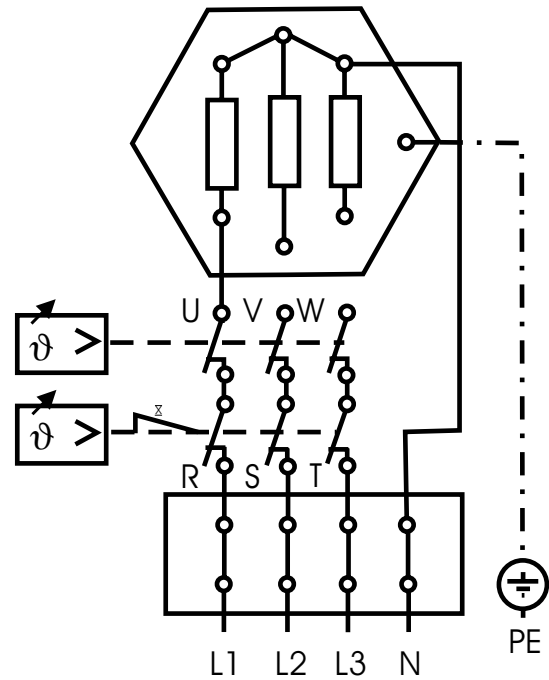

Bild 3 Anschluss an Drehstrom (400 V)
- Die drei Phasen des Drehstromkabels an die mit L1, L2 und L3 bezeichneten Klemmen am Regel- und Sicherheitsthermostat anschließen (Bild 3).